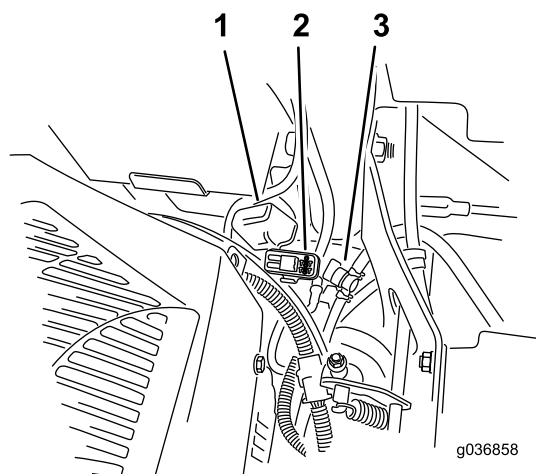

Рисунок 53
Примечание: На машинах с системой подвески MyRide проверьте, чтобы кабель заземления не мог тереться о продольный рычаг подвески или нижнее крепление амортизатора (Рисунок 53).
Предохранители расположены на правой консоли рядом с сиденьем (Рисунок 53).
2. Установите новый предохранитель (Рисунок 53).